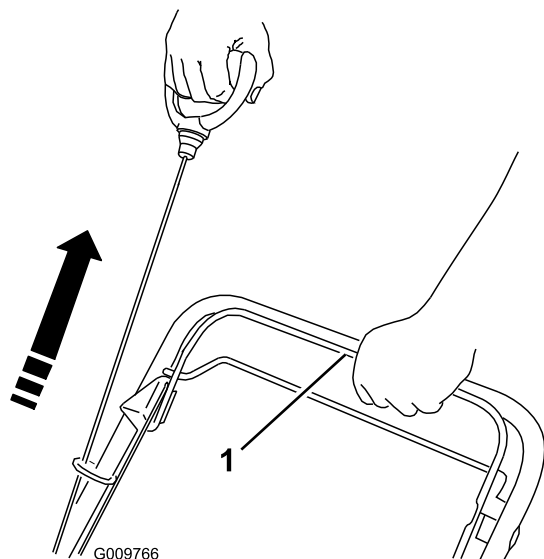
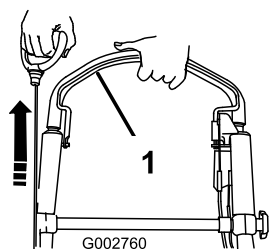

Figure 23
Figure 24
2. Maintenez la barre de commande de la lame contre le guidon et tirez sur la poignée du lanceur (Figure 23 ou Figure 24).